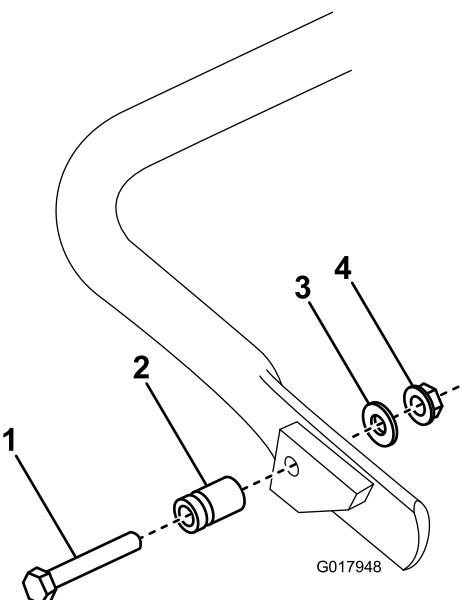

Bild 5
1. Nur Modell 04056: Befestigen Sie den Federbolzen mit der mitgelieferten Schraube, Scheibe und Bundkopfmutter an der rechten Seite des Ständers (Bild 5).